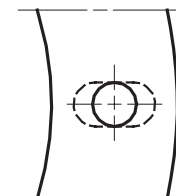

Fig. 4
- Allargare, se necessario, i fori dello schermo isolante (4), (vedi fig. 4).